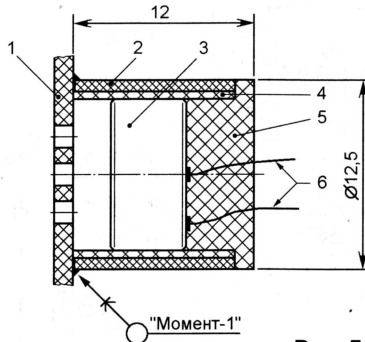

Рис. 5
скольких квартир), для устранения самовозбуждения устройства из-за взаимодействия динамической головки и микрофона последний следует поместить в кожух, как показано на **рис. 5**. Деталь 2 вырезают из пластмассовой трубки подходящего диаметра (например, от старого флостера). К контактным площадкам микрофона 3 припаивают гибкие выводы 6, затем обертывают его куском тонкого листового поролон 4 и вставляют в эту деталь. Пространство со стороны выводов микрофона заливают расплавленным парафином (5), а противоположный торец приклеивают клеем "Момент-1" к внутренней стороне крышки корпуса 1, в которой предварительно просверлено несколько отверстий диаметром 1...2 мм.